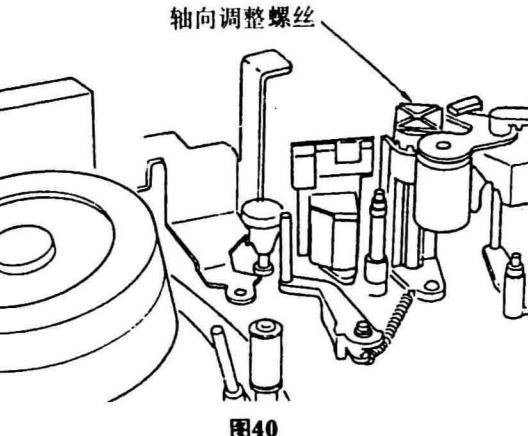
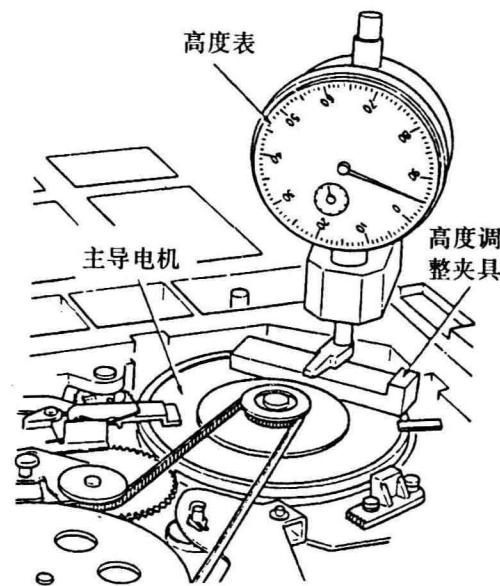

图40
图41
步骤: ①轻轻地转动轴向调整螺钉, 直到主导轴转子部件刚好接触主导轴定子部件的线圈为止, 如图40所示;
②把高度调整规安装在主导轴转子盘上;
③安装好高度调整规, 在底座部分放好带盘高度表, 并把指针调整为“0”, 参见图41;